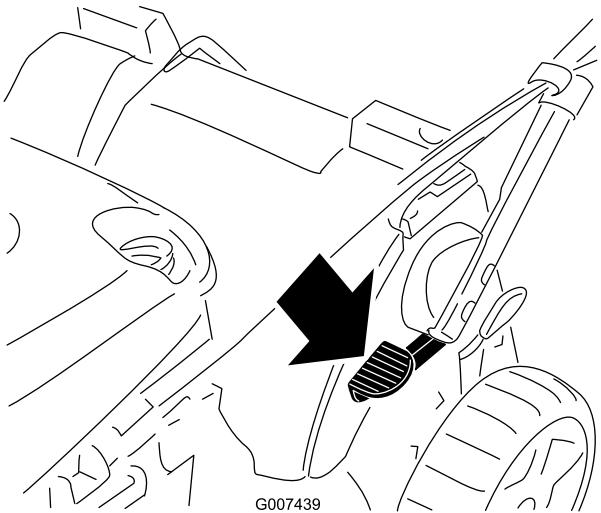

Figure 57
1. Appuyez sur la pédale et maintenez-la enfoncee (Figure 57).